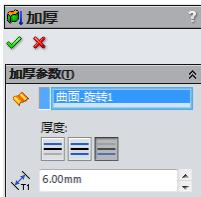
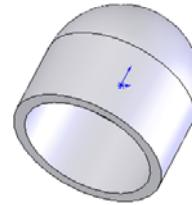

图 6-86 “加厚”属性管理器
图 6-87 加厚实体后的图形
**10** 加厚曲面实体。在菜单栏中选择“插入”→“凸台/基体”→“加厚”命令，此时系统弹出如图 6-86 所示的“加厚”属性管理器。在“要加厚的曲面”一栏中，选择“FeatureManager 设计树”中的“曲面-旋转 1”，即第 **08** 步旋转生成的曲面实体；在“厚度”一栏中输入 6mm，其他设置参考图 6-86 所示的属性管理器。单击属性管理器中的“确定”图标按钮 ，将曲面实体加厚，结果如图 6-87 所示。